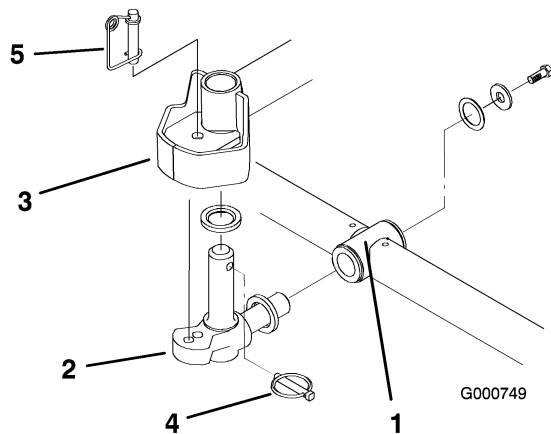

Figura 5
- Introduza uma anilha de encosto no veio horizontal da articulação como mostrado em Figura 5.
7. Introduza o veio horizontal da articulação no tubo de montagem da estrutura de suporte (Figura 5).
8. Fixe a articulação na estrutura de suporte com uma anilha de encosto, uma anilha chata e um parafuso de cabeça flangeada (Figura 5).
9. Introduza uma anilha de encosto no veio vertical da articulação (Figura 5).
10. Se tiver sido removido, introduza o veio vertical da articulação no encaixe de eixo do braço de elevação (Figura 5). Posicione a articulação entre os dois amortecedores de centragem de borracha existentes no lado de baixo da placa de direcção do braço de elevação.
11. Introduza o pino de sujeição no orifício cruzado existente no veio da articulação (Figura 5).
Nota: Se a posição da unidade de corte tiver que estar fixa, introduza o pino de bloqueio da direcção no orifício de montagem da articulação (Figura 5).
14. Fixe o cabo da mola em volta da parte inferior do pino de bloqueio da direcção (Figura 5).